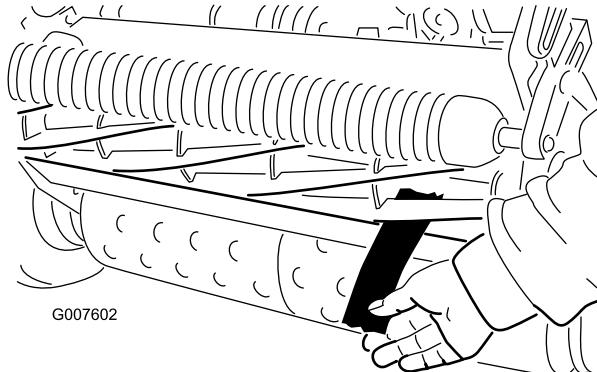

図 46
4. リール前面の左右いずれかの端を選び、リールと下刃の間に、長く切った新聞紙片を差し入れる (図 46)。リールをゆっくり前回転させながら下刃調整ネジを締める (新聞紙を入れた側の調整ネジを、1目盛りづつゆっくりと)。新聞紙を前から (ベッドナイフの上面
6. 両側の調整ができたら最終確認を行う：紙片をリールの前から差し込んだ時にはさむだけ、下から差し込むと切れるのが正しい調整である (図 46)。リールと下刃のごくわずかの接触で紙が切れなければいけない。接触を強くしないと切れない (リール回転トルクが0.79 Nm=7 inch-lb=0.08 kg.m 以上) 場合には、鋭利な刃先を取り戻して精密なカットができるようにバックラップか研磨を行うことが必要； トロ研磨マニュアルを参照。